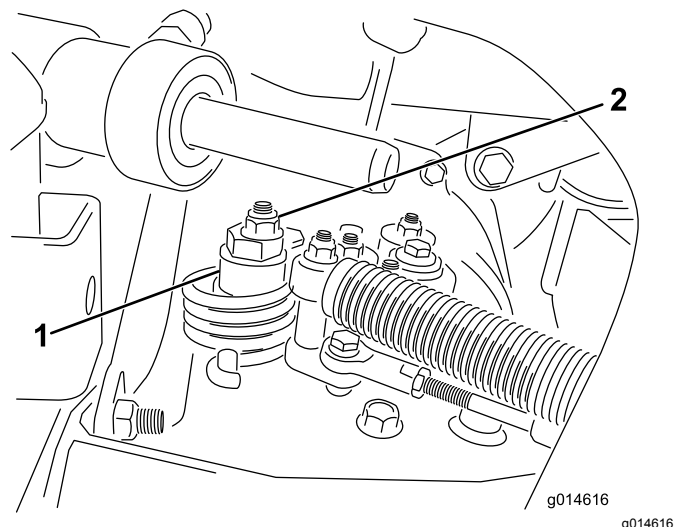

Figure 32
- A. Desserrez l'écrou de fixation de l'excentrique en haut de l'hydrostat (Figure 32).
- C. Tournez l'excentrique jusqu'à ce que la roue ne tourne plus dans aucune direction. Lorsque la roue arrête de tourner, serrez l'écrou pour bloquer l'excentrique et le réglage (Figure 32). Vérifiez le réglage avec la commande d'accélérateur en position BAS RÉGIME, puis HAUT RÉGIME.